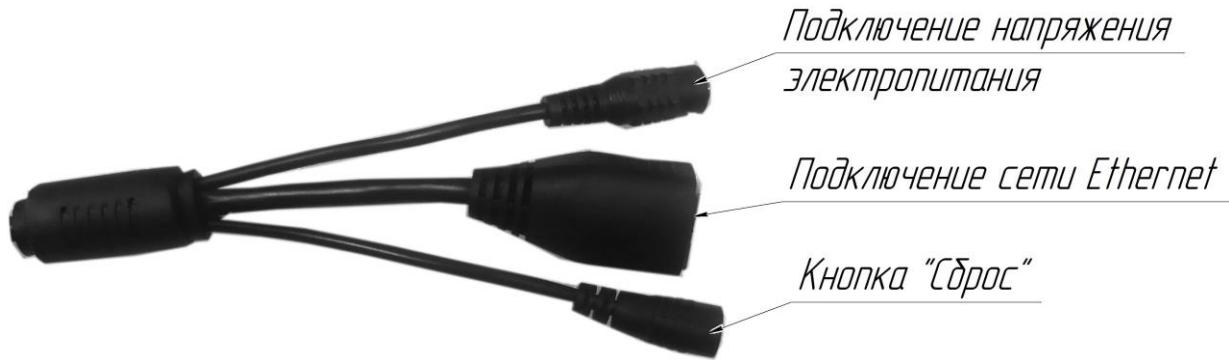

Рисунок 3 – Кабели подключения IP-видеокамеры SDP-858I
- продеть провода видеокамеры через отверстие внутренней части кронштейна CXH-120. Провода должны включать кабель питания, провод Ethernet и кнопку “Сброс” (рисунок 3);